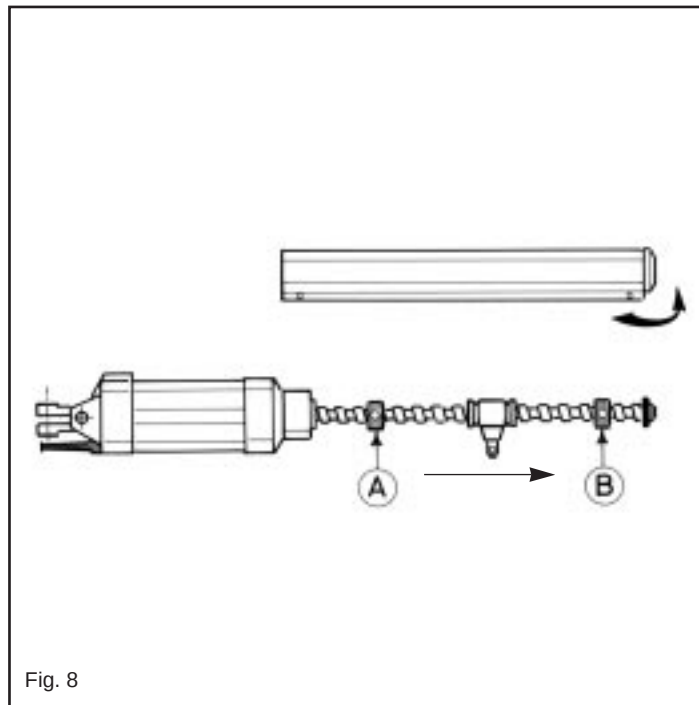

Fig. 8
Pour accéder aux colliers, il est nécessaire d'oter le carter de protection vis en agissant selon les indications du schéma, dans le sens de la flèche (Fig. 8).
To adjust the nuts you have to remove the screw-cover and you must turn it in the sense of the arrow shown as in the scheme (Fig. 8).
Per accedere alle ghiera si deve sfilare il carter copri vite agendo come da schema nel senso della freccia (Fig. 8).
Mit dem Motor STAR ist es nicht notwendig, Endanschläge am Torträger oder anderswo zu fixieren, weil dieser Motor im Inneren mit einstellbaren Anschlagsnutmutter ausgestattet ist, die sowohl beim Öffnen wie beim Schließen reagieren. Um die Nummerte einzustellen müssen Sie das Gehäuse der Schraubenabdeckung abnehmen und diese wie in der Abbildung im Sinne des Pfeils drehen (Abb. 8). Um die erwünschte Öffnungsweite einzustellen genügt es, die Nummerte (A) zu verstellen und sie mit Hilfe eines Imbusschlüssels an der Mutterschraube festzuziehen. Um die erwünschte Schliesselweite einzustellen, müssen Sie die Nummerte (B) verstellen. Beachten Sie dabei, daß sich der Torantrieb muhelos vor der Torbefestigung abkuppelt.